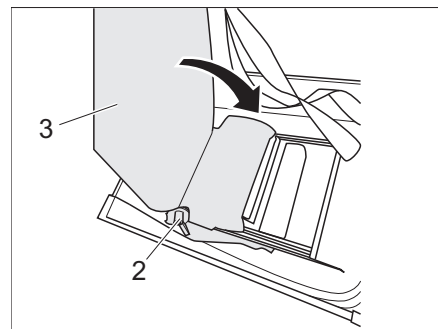

Fig. 214 Guardar el respaldo del asiento en el banco de asiento
- Accionar la palanca 1 (Fig. 214,2) y plegar el respaldo del asiento (Fig. 214,3) hacia adentro.